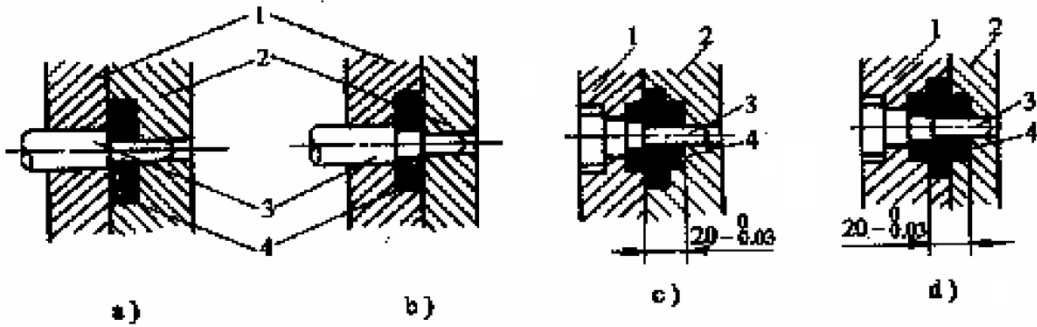

图 3 选择分型面应保证压铸件质量
30.如图 3 所示，为了保证铸件质量(同轴度、与分型面垂直高度)，应分别选择哪一分型方法？（4 分）